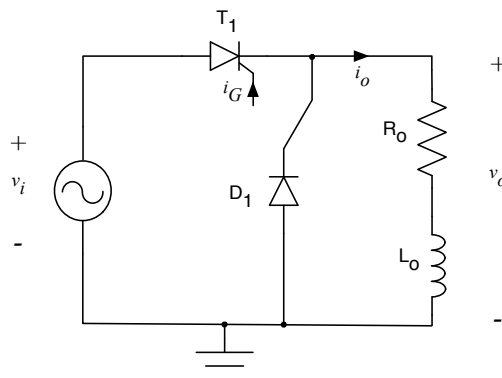

Figura 21 – Circuito para exercício resolvido 02.
**EP 02)** Considerando o circuito da Figura 21 operando com diodo de roda-livre e que a fonte de alimentação seja de 15 V (eficazes), o tiristor e o diodo são ideais, o tiristor será acionado com ângulo de  $30^\circ$  e a carga tem resistência de  $5 \Omega$  e indutância de 50 mH, determine: